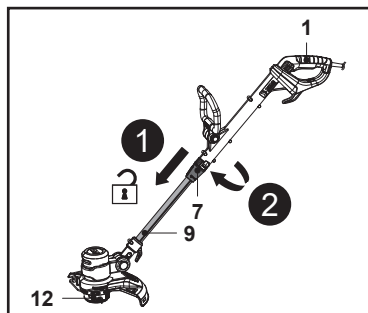

Fig. 6
1. Deslize o botão de desbloqueio (7) para baixo e rode a pega principal (1) para a direita enquanto segura a haste inferior (9) para ajustar a cabeça do aparador (12) a um ângulo de 90° ou 180° (Fig. 6). Solte o botão de desbloqueio (7) e continue a girar a pega principal (1) até encaixar no devido lugar. Assegure-se de que o botão de desbloqueio (7) encaixa no devido lugar.